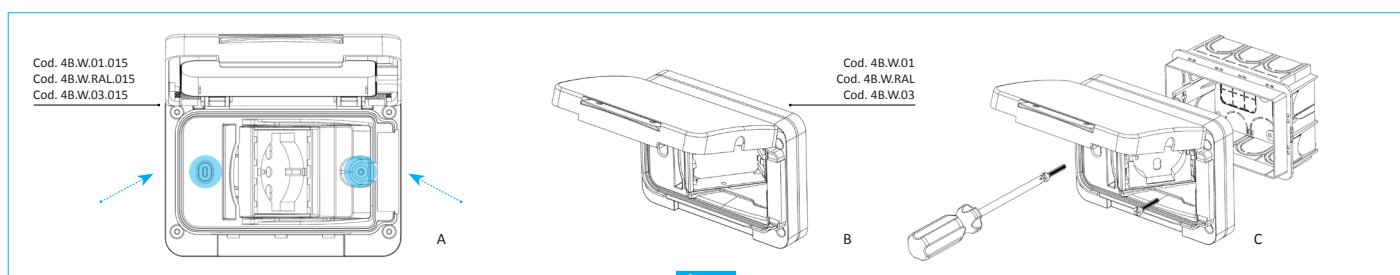

fig. 3
- Atornille WIDE a la caja de la pared. (fig. 3-C)
- Retirer le plastique prédécoupé dans le logement pour les vis tel qu'indiqué sur la figure 3-A
- Fixer Wide au boîtier à encastrer à l'aide des vis. (fig. 3-C)